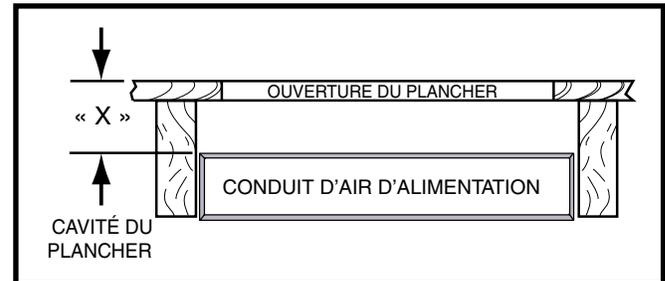

Figure 7. Cavité du plancher
**REMARQUE :** La profondeur de la cavité du plancher montrée en « X » à la Figure 7 détermine le raccord de conduit qui convient.